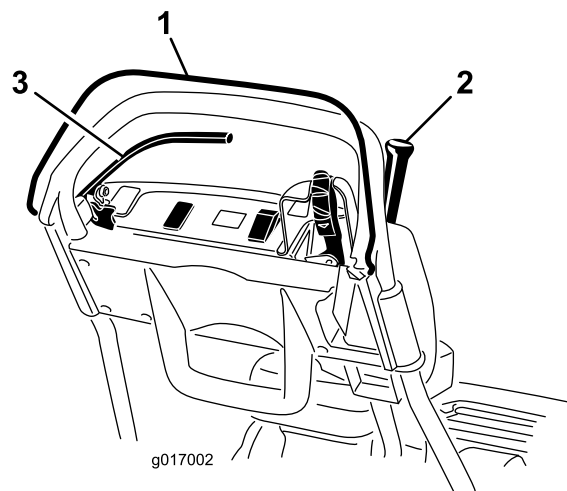

Figura 27
3. Com o CPO solto, tentar accionar a alavanca de tracção (Figura 27). A alavanca de tracção não se deve accionar. Se a alavanca de tracção se accionar, o interruptor de segurança precisa de assistência. Corrija o problema antes da utilização. Consulte Manutenção dos interruptores de segurança de tracção (página 31).
4. Com o CPO carregado e a alavanca de tracção accionada, soltar o CPO (Figura 27). A alavanca
5. Com o CPO carregado e a alavanca de mudanças para a esquerda, active a tracção e a transmissão do cilindro, solte o CPO (Figura 27). A alavanca de tracção deve deixar de ficar accionada. Se a alavanca de tracção não deixar de ficar accionada, o interruptor de segurança precisa de assistência. Corrija o problema antes da utilização. Consulte Manutenção dos interruptores de segurança de tracção (página 31), Ajustar o controlo da tracção (página 34) ou Ajuste o controlo do cilindro (página 35).
6. Com o CPO carregado e a alavanca de mudanças para a esquerda para activar a tracção e a transmissão do cilindro, mover a alavanca de mudanças para a direita para desactivar a transmissão do cilindro (Figura 27). A transmissão do cilindro deve deixar de ficar accionada. Se a alavanca de tracção não deixar de ficar accionada, o interruptor de segurança precisa de assistência. Corrija o problema antes da utilização. Consulte Ajuste o controlo do cilindro (página 35).
2. Com o CPO carregado, a alavanca de tracção accionada e os controlos do motor na posição de arranque (Figura 27). Tente pôr o motor a funcionar. O motor não deverá entrar em funcionamento. Se o motor arrancar, terá que inspeccionar o interruptor de segurança. Corrija o problema antes da utilização. Consulte Manutenção dos interruptores de segurança de tracção (página 31).
2. Com a alavanca de tracção accionada, o travão de serviço accionado e os controlos do motor na posição de arranque (Figura 27). Tente pôr o motor a funcionar. O motor deve arrancar. Se o motor não arrancar, o interruptor de segurança precisa de assistência. Corrija o problema antes da utilização. Consulte Manutenção do interruptor de segurança do travão (página 32).
accione a alavanca de tracção (Figura 27). O motor deve trabalhar para se sobrepor ao travão, mas não desligar-se automaticamente. Se o motor se desligar imediatamente, o interruptor de segurança precisa de assistência. Corrija o problema antes da utilização. Consulte Manutenção do interruptor de segurança do travão (página 32).
4. Com o motor a trabalhar, accione o bloqueio do travão de estacionamento, carregue no CPO e accione a alavanca de tracção (Figura 27). O motor deverá desligar-se automaticamente. Se o motor não se desligar automaticamente, o interruptor de segurança precisa de assistência. Corrija o problema antes da utilização. Consulte Manutenção do interruptor de segurança do travão (página 32).